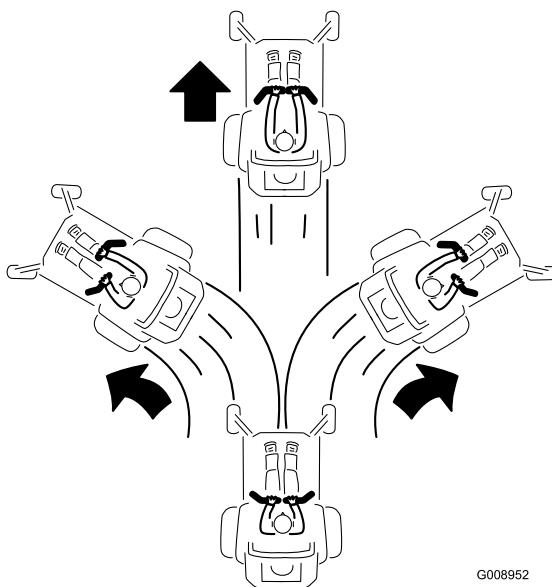

Figure 17
2. Pour vous déplacer en marche avant, poussez lentement les leviers de commande de déplacement vers l'avant (Figure 17).
Pour vous déplacer en ligne droite, appliquez une pression égale sur les deux leviers de déplacement (Figure 17).
Pour tourner, relâchez le levier de commande correspondant à la direction que vous voulez prendre (Figure 17).